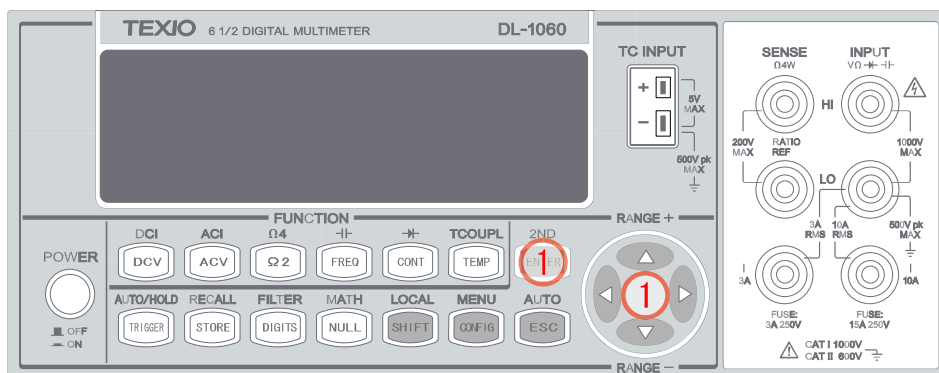

図 3-5
- ① デジタルフィルタを有効にして、◀・▶ボタンで“READINGS”を選択し ENTER を押します。◀・▶ボタンで設定する桁に移動し、△・▽ボタンを操作して 2 から 100 までの値を設定し、ENTER を押します。読み取りが始まると“RUN”が表示されます。これらの操作は図 3-5 に示します。